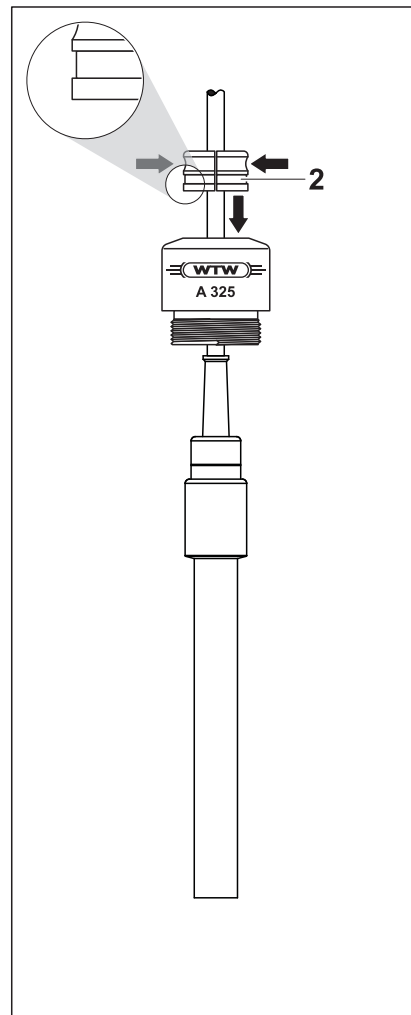

figure 2
2	Passer la bague de serrage (pos. 2 fig. 2) dans le câble de sonde. Le bord à arête vive de la bague de serrage doit être dirigé vers l'armature (voir grossissement fig. 2).